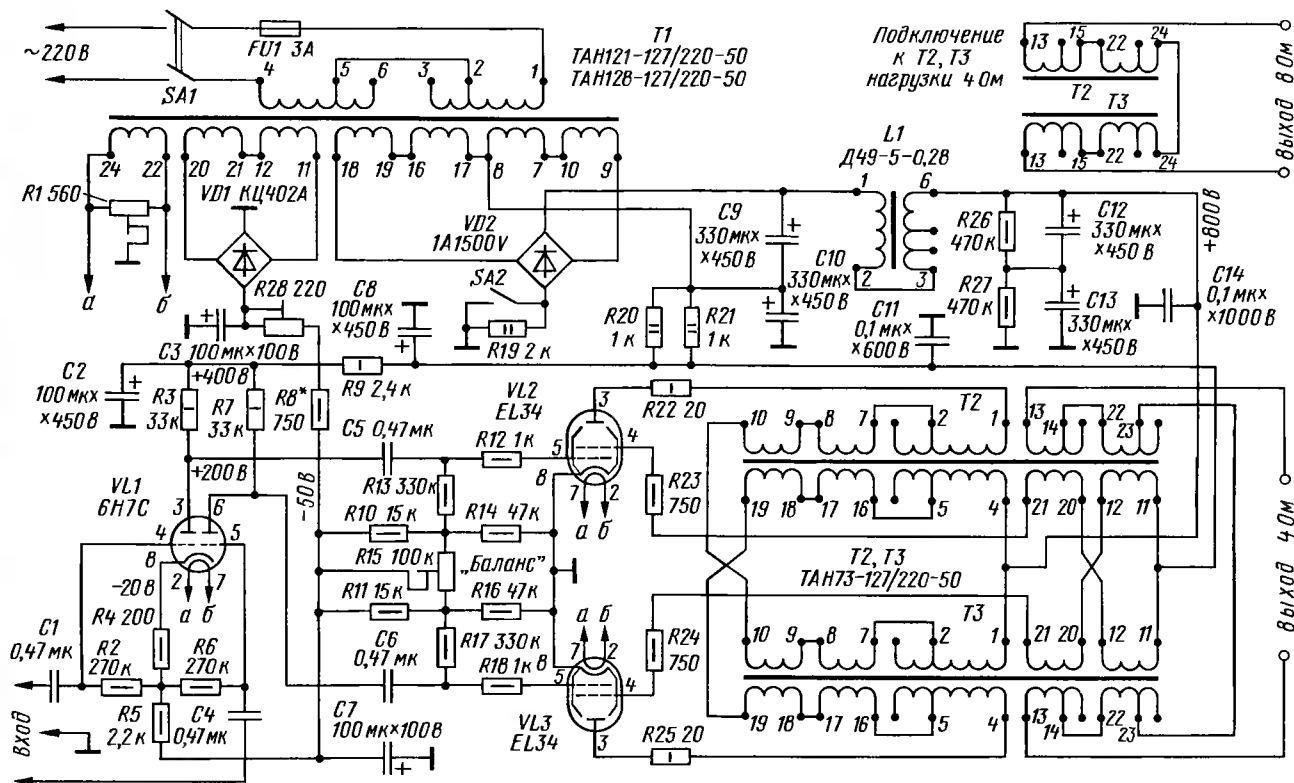

Рис. 4
**Двухтактный высоковольтный ультралинейный УМЗЧ** с выходным каскадом на лучевых тетрадах EL34 в режиме усиления, близком к классу В (рис. 4). В нем используется тот самый упомянутый в [1] высоковольтный режим этой за-
Оба варианта включения обмоток обеспечивают близкое к расчетному сопротивление нагрузки. Однако, с точки зрения схемотехники, первый вариант более интересный, поскольку позволяет реализовать "правильную" схему ультралинейного усилителя, показанную на рис. 4.